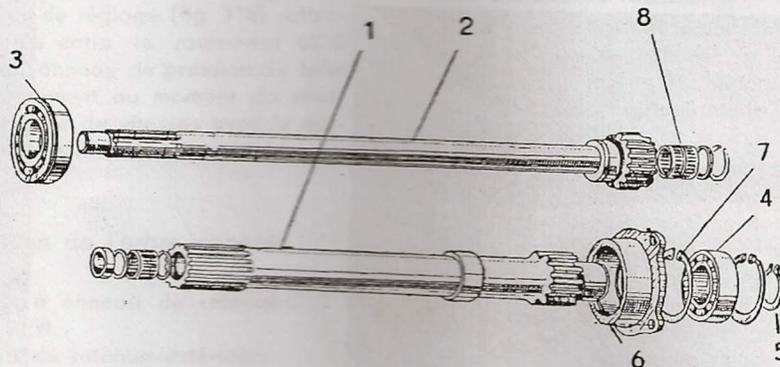
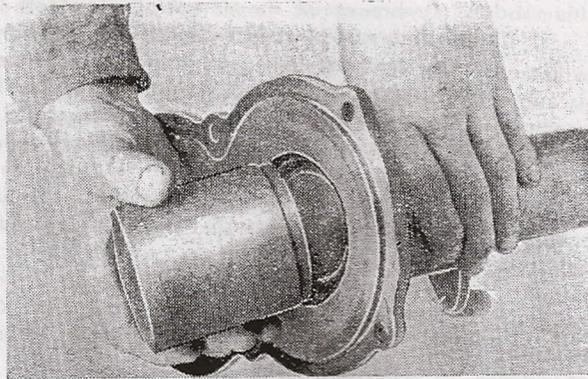
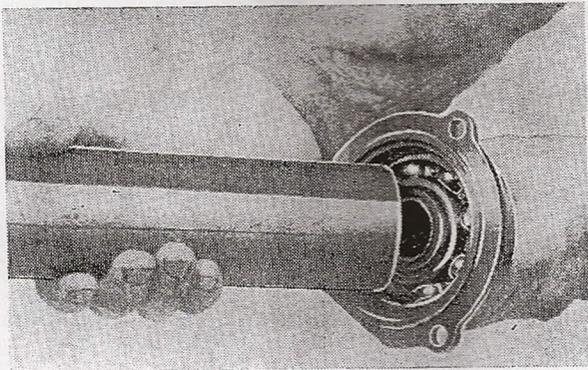

Fig. 114
Fig. 115
Fig. 116
5. Avec une clef à douille, dévisser du couvercle supérieur de la cloison intérieure de la boîte de vitesses les trois vis d'imbus M 8×20 hors du couvercle supérieur de la paroi intérieure de la boîte de vitesses et retirer l'arbre creux (fig. 114/1).
6. Expulser de la boîte de vitesses l'arbre d'embrayage (fig. 114/2) en bloc avec le roulement 6209 N (6208 N, 6210 N) — fig. 114/3.
Avis: S'il a lieu de déposer hors de l'arbre creux de l'embrayage le roulement 6208 (6207, 6208) — fig. 114, déposer l'anneau de retenue (fig. 114/5) sur l'arbre et retractor le couvercle supérieur (fig. 114/6) en bloc avec le roulement. Déposer l'anneau de retenue (fig. 114/7) du couvercle supérieur et chasser le roulement 6208 (6207, 6208 — fig. 114/4). Au remplacement du joint d'arbre Gufero dans le couvercle avant s'aider de enfonçoir (fig. 115) et utiliser ce même outil pour enfoncer le roulement 6208 dans le couvercle supérieur (fig. 116).
Avis: Les roulements à aiguilles (fig. 114/8) sont freinés dans leur cage; avoir néanmoins soin que les aiguilles ne tombent pas hors des cages.